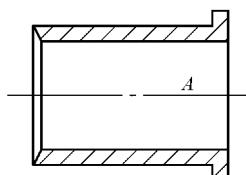
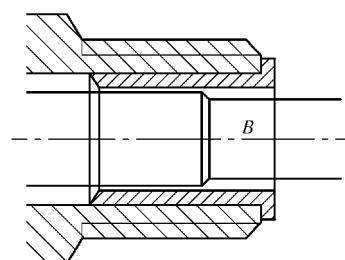

图 12-11 创建块“tlyg”(填料压盖)
图 12-12 插入填料压盖
8) 创建块“tlyg”(填料压盖), 以 A 点为基点, 如图 12-11 所示, 插入块“tlyg”至泵体主视图中, 插入点为 B 点, 如图 12-12 示。